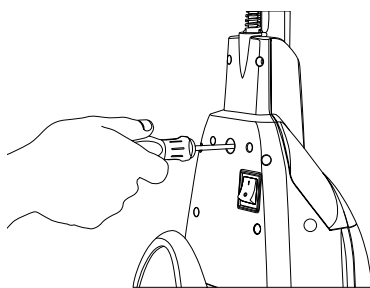

Fig. 1
1. Après avoir d'abord enlevé la vis de la poignée, insérez la poignée dans le trou sur le dessus de l'aspirateur. (Fig. 1)